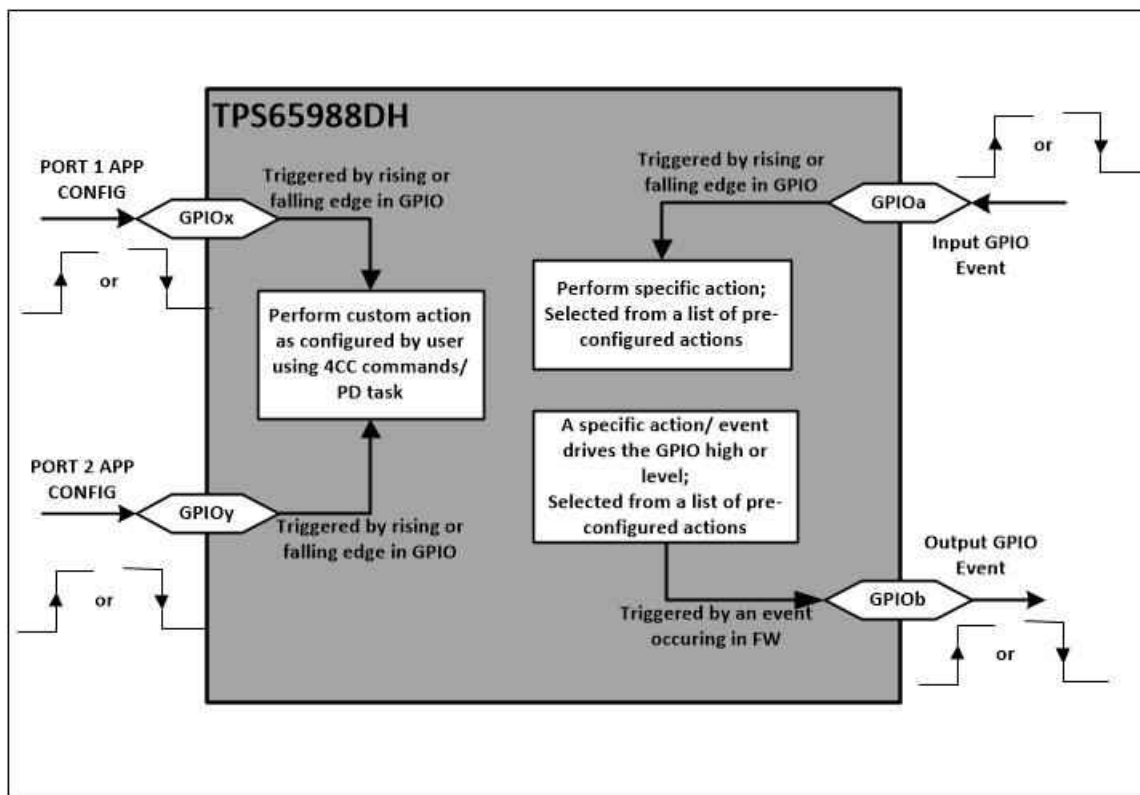

图 2-5. GPIO 事件
GPIO 事件功能使用户能够将 PD 控制器内的 PD 或 USB Type-C 事件映射到 GPIO (请参阅图 2-5)。
- 与触发预定义 PD 或 USB Type-C®事件的输入 GPIO 事件不同，应用配置 GPIO 事件在设计中提供了更大的灵活性，可以使用输入 GPIO 来触发自定义操作（请参阅图 2-5）。用户可以使用 4CC 命令或 PD 任务在配置工具中配置自定义操作，否则需要由 EC 来发布相同的操作。此外，映射到应用配置事件的输入 GPIO 可用于在运行时将修改后的配置加载至 PD 控制器。